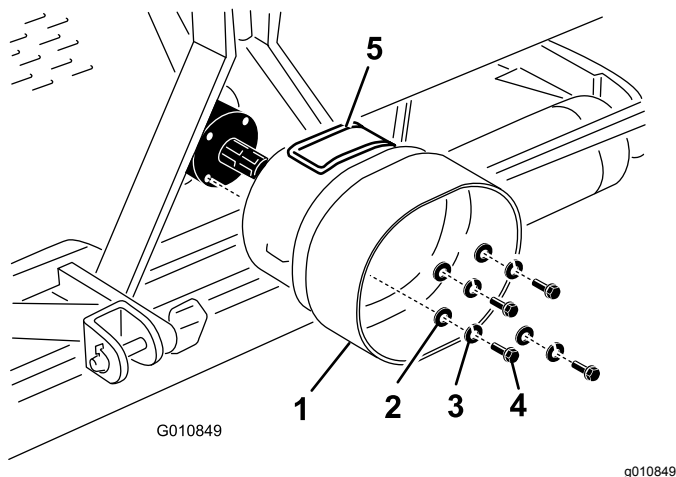

Figura 22
Nota: Pode abrir o painel de acesso (Figura 22) para facilitar a remoção e a instalação dos parafusos de montagem do veio da tomada de força.
1. Retire os 4 parafusos, anilhas de bloqueio e anilhas planas fixadas à parte de trás da transmissão do arejador (Figura 22).
2. Monte a proteção da tomada de força na transmissão do arejador com os fixadores previamente removidos (Figura 22). Quando montar a proteção da tomada de força, certifique-se de que o painel de acesso (Figura 22) está posicionado na parte superior ou lateral, dependendo da configuração da estrutura do arejador.